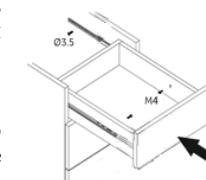

Рис.5
15. **Установка ящика в тумбу.** Вытянув подвижную часть направляющей, вставить ее в пазы на боковых стенках ящика и зафиксировать с помощью винта 4x12 через просверленное отверстие(Рис.5). Задвинуть собранный ящик и проверьте его ход (выдвиньте/задвиньте). Он должен ходить плавно. **Помните, что данная направляющая – неполного выдвижения, не пытайтесь открыть ящик на всю глубину!**